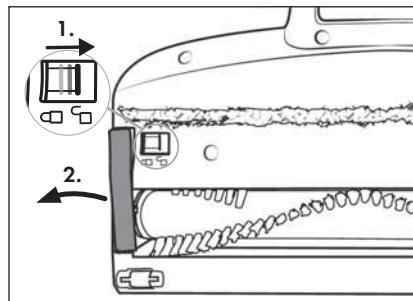

Abb. 24
- 2) Entriegeln Sie die Bürstenrolle **20**, indem Sie die Bürstenrollenentriegelung **18** mit dem Finger in Richtung des Symbols (öffnen) schieben. Entfernen Sie dann den Bürstenrollenhalter **19** von der Bodenbürste **21** (siehe Abb. 24).